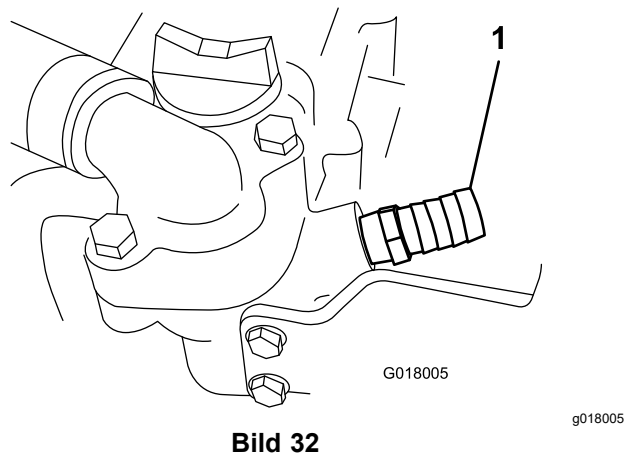

Bild 32
2. Stellen Sie eine Auffangwanne darunter. Entfernen Sie die Blende unter und vorne am Thermostatgehäuse, bringen Sie Dichtmittel auf das Gewinde am geraden Anschlussstück ($\frac{5}{8}$ ") auf und befestigen Sie es an der Maschine (**Bild 32**).